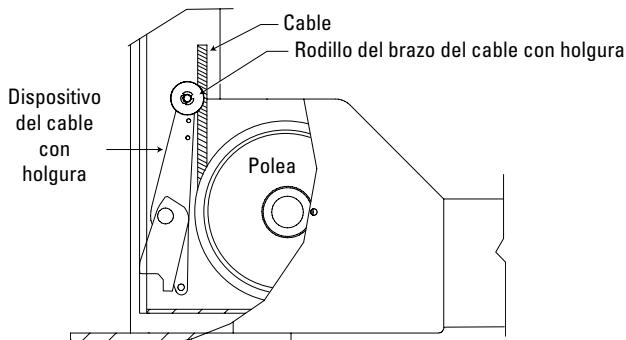

Fig. 16
**IMPORTANTE** Los cables deben de acomodarse en los brazos enrolladores para el cable flojo, Fig. 16.